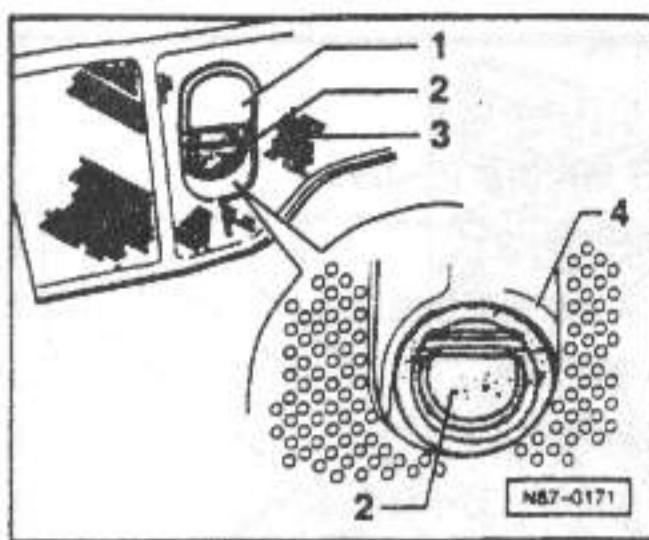

图 1 检查排水阀
◆ 调整温度翻板拉索=>图1
### ◀ 图1. 调整温度翻板拉索
- 调整好中央翻板手柄 => 80-19 页, 图 1
◆ 检查=>图 1